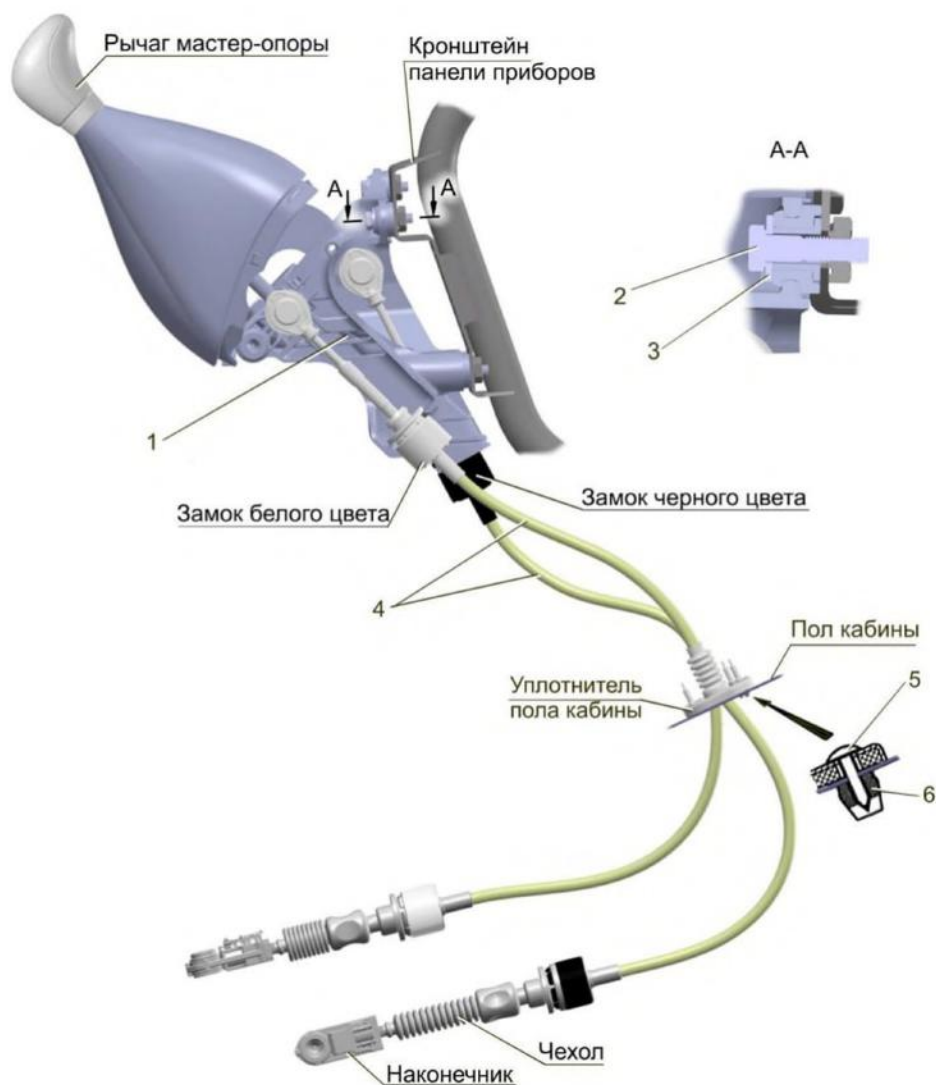

Рис. 3.26. Установка мастер опоры с тросами: 1- мастер-опора; 2- болты; 3- шайбы; 4 - тросы; 5 - винты; 6-гайки
- убрать коврик пола, отвернуть два винта крепления уплотнителя тросов пола (см. рис. 3.26);
В случае замены полиамидных гаек 6 (рис. 3.26.) крепления уплотнителя тросов к полу кабины новые гайки установить, как показано.
- установить мастер-опору на панель приборов и закрепить четырьмя болтами 2 (рис. 3.26) с шайбами. Момент затяжки болтов 12-18 Н·м (1,2-1,8 кгс·м). Перед завертыванием болтов нанести на резьбовую часть болта герметик Унигерм-6 ТУ2257-516-00208947-2009;